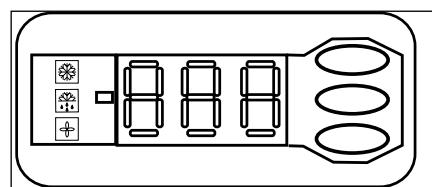

Bild 3: Elektronisk styrehetsdisplay
- Den elektroniska styrenheten visar temperaturvärdet för sugtrycket i °C som standard. Om du vill visa temperaturvärdet för kondenseringstrycket trycker du på den nedre knappen (bild 3).